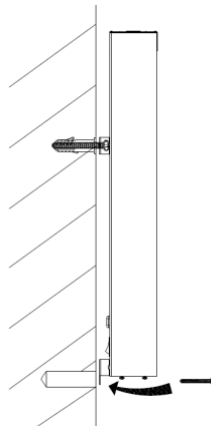

Abb. 4
4. Hängen Sie das Gerät an die Wand und setzen Sie die Expansionsschrauben in die beiden unteren Löcher, wie in der Abbildung gezeigt. (Abb. 4).